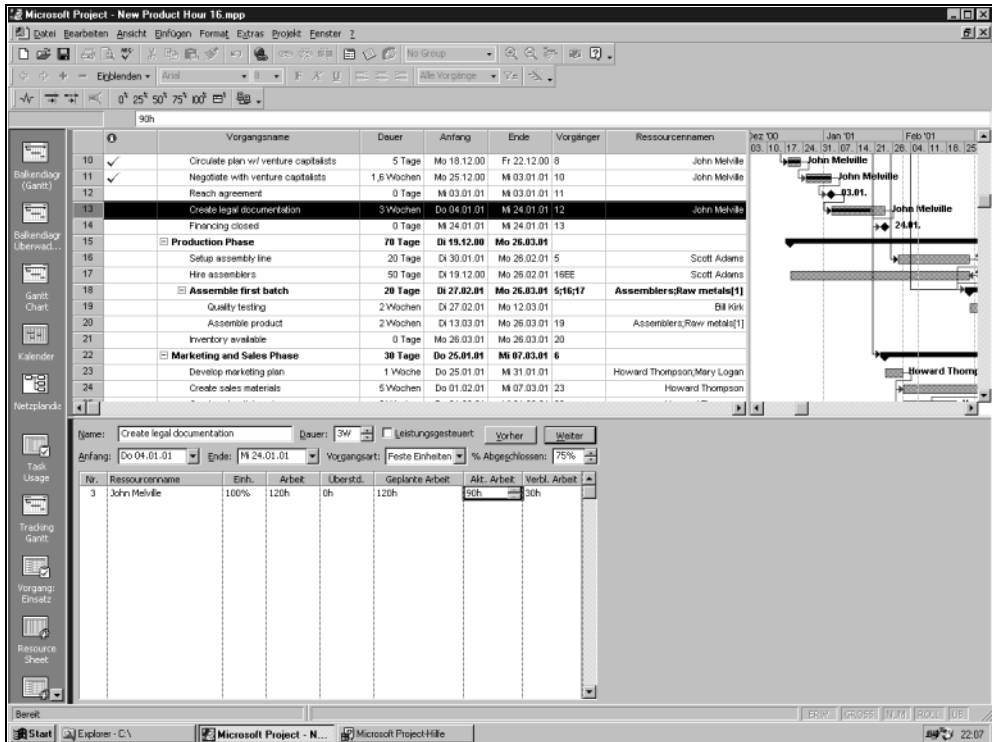

Abbildung 20.7:
- Gehen Sie auf das Menü **FORMAT, EINZELHEITEN** und wählen Sie **ARBEIT RESSOURCEN** aus der verschachtelten Liste von Optionen aus. Abbildung 20.7 zeigt, wie die Bildschirmanzeige aussehen muss, um Arbeitswerte pro Ressource einzugeben.
In Abbildung 20.7 wurde der Vorgang »Create legal documentation« im Balkendiagramm in der oberen Hälfte des Bildschirms ausgewählt. Die Werte für die Arbeit der Ressource werden im unteren Teil des Bildschirms in der Vorgangsmaske angezeigt. Beachten Sie, dass der Vorgang zu 75% abgeschlossen ist. Project hat einen aktuellen Arbeitswert von 90 Stunden eingetragen (75% der geplanten 120 Stunden). Um Ihren eigenen Arbeitswert einzugeben, klicken Sie in das Feld **AKTUELLE ARBEIT** und geben eine Zahl (in Stunden) ein oder verwenden Sie die Pfeile, um die passende Zahl für die Ressource des Vorgangs einzutragen.